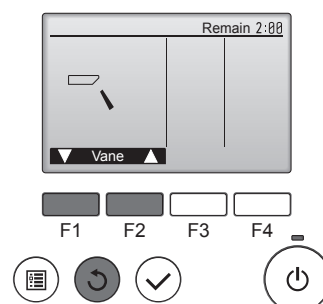

Fig. 8-4
- ② Premere il pulsante [SCEGLI] per visualizzare lo schermo di funzionamento dei deflettori, quindi premere i pulsanti [F1] e [F2] per verificare il deflettore automatico. (Fig. 8-4)